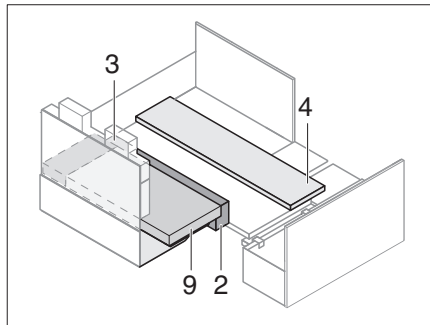

Fig. 218 Positionner le coussin supplémentaire
- Positionner le coussin supplémentaire (Fig. 218) L'écartement est déterminé par les coussins insérés.
- Insérer le coussin d'assise et les élargissements de siège. Placer le coussin de dossier (Fig. 218,9) sur le coussin supplémentaire.